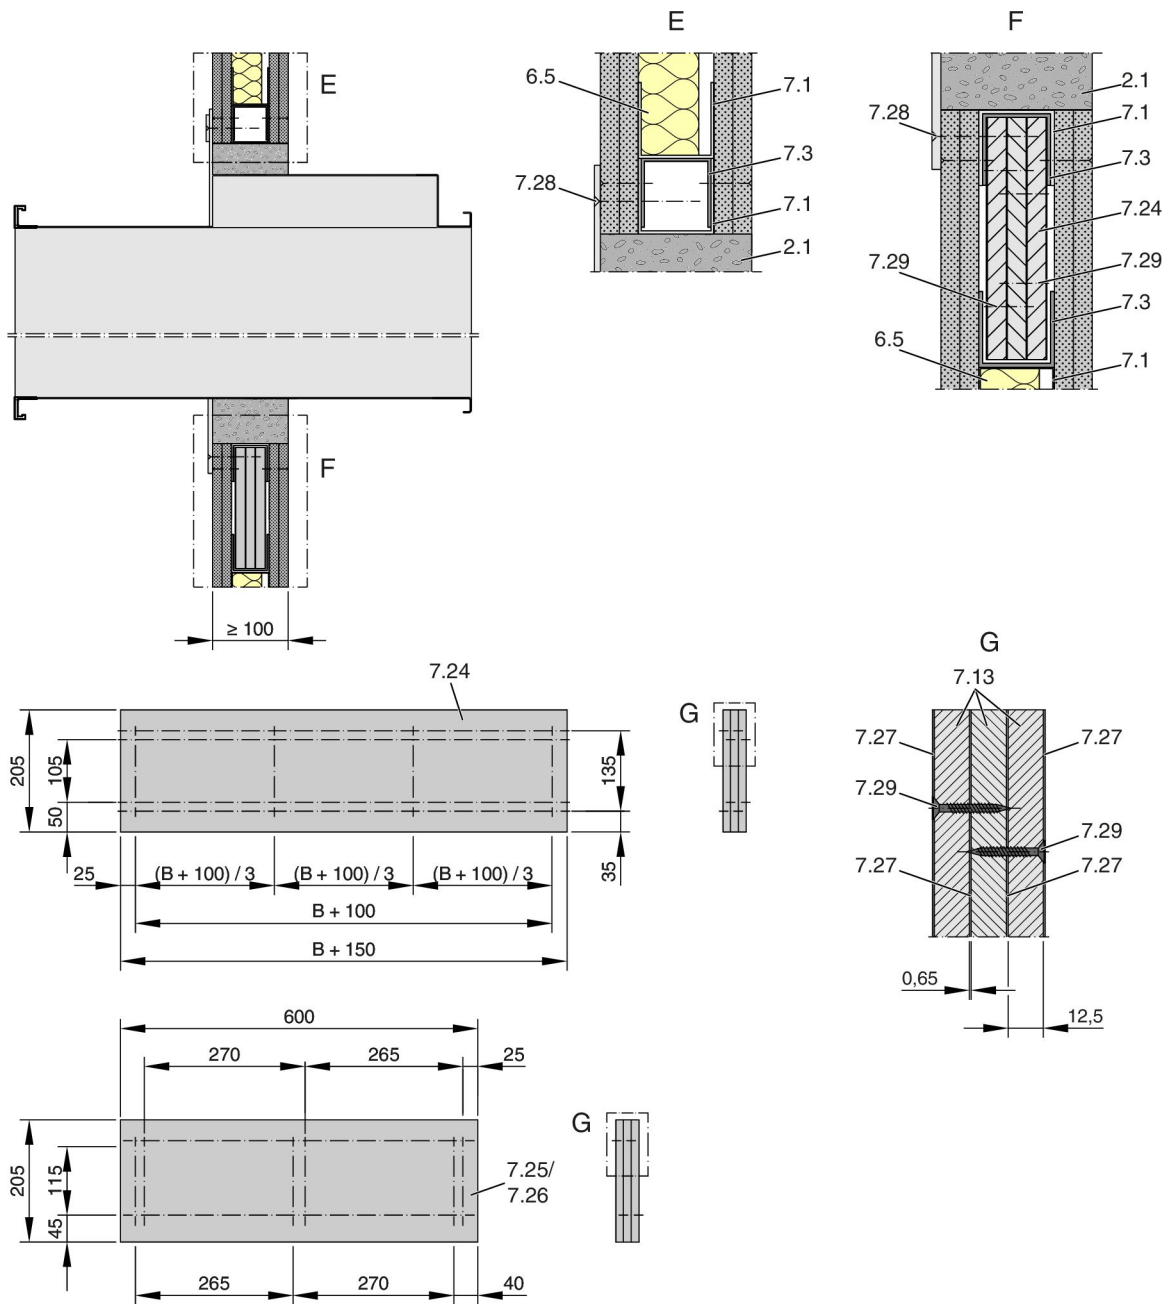

Abb. 21: Befestigungspakete für elektrische Auffahrrhilfe
- Bei Verwendung einer elektrischen Auffahrhilfe ist die Leichtbauwand / Brandwand mit einem Befestigungspaket zu verstärken, Details siehe Abb. 21